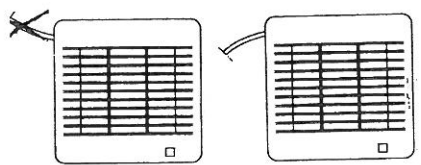
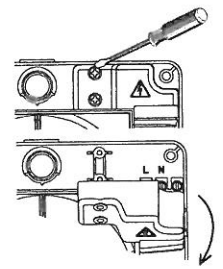

Fig.3
Fig.4
Den elektriske ledning kan indføres i EDM ventilatoren enten via furen (7) såfremt ledningen er indbygget, eller via ledningsholderen (2) hvis installationen er med synlig ledning; i så tilfælde skal ledningen indføres som vist på fig.3. Fastgør apparatet på væggen, således at fastholdelses skruen (4) vender nedad (fig.4).
Åbn forbindelsesdækslet (3 fig.4) og udfør den elektriske forbindelse såvarende til den installerede model (fig.5 a 13). Luk derefter forbindelsesdækslet.